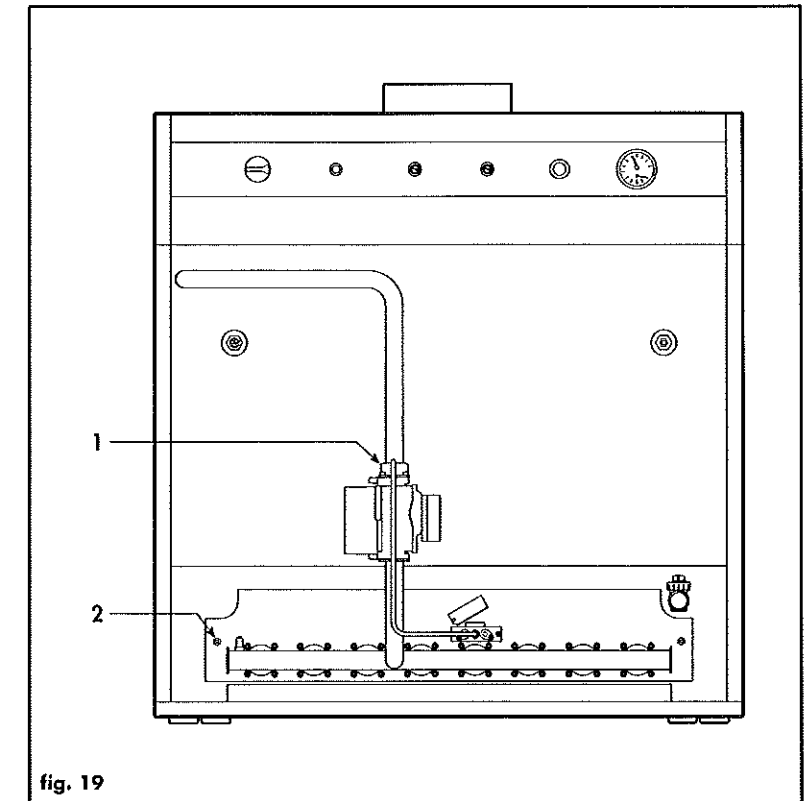

fig. 19
- Svitare il raccordo (1 - fig. 19) che fissa la tubazione di alimentazione del gas alla valvola.
- Togliere i dadi (2) che fissano lo sportello della camera di combustione alla caldaia.
- Sfilare tutto il gruppo dalla caldaia avendo cura di non danneggiare le guarnizioni di tenuta sul raccordo (1).